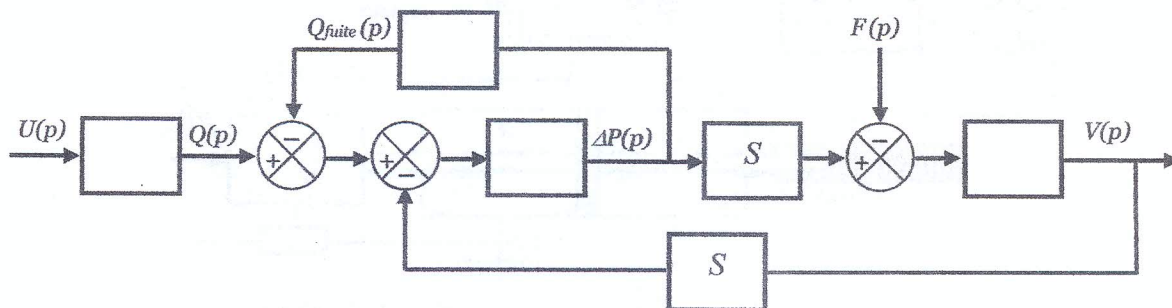
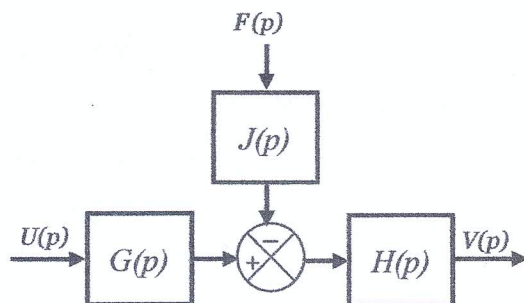

Figure 2. Schéma-blocs de l'ensemble « vérin + charge »
Figure 3. Schéma-blocs associé au modèle de comportement dynamique du chariot
- 1) En supposant que les conditions initiales sont nulles, écrire les équations (1), (2), (3) et (4) dans le domaine de Laplace, puis recopier et compléter le schéma-blocs de la figure 2.
5) Montrer que le modèle complet de la figure 2 peut se mettre sous la forme du schéma-blocs donné par la figure 3 où les transmittances $J(p)$, $G(p)$ et $H(p)$ seront explicités en fonction de A , B , K_1 , K_2 et τ .